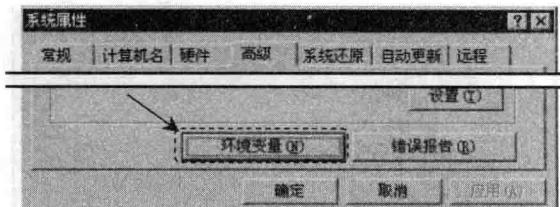

图 1.2.3 “系统属性”对话框
- 步骤 03** 在图 1.2.3 所示的“系统属性”对话框中单击 **高级** 选项卡，在 **启动和故障恢复** 区域中单击 **环境变量 (W)** 按钮。